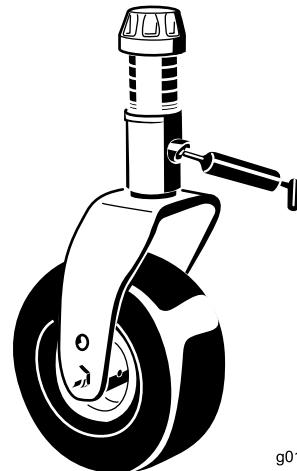

Bild 79
- 2 Laufradgabelbüchsen (Bild 79)